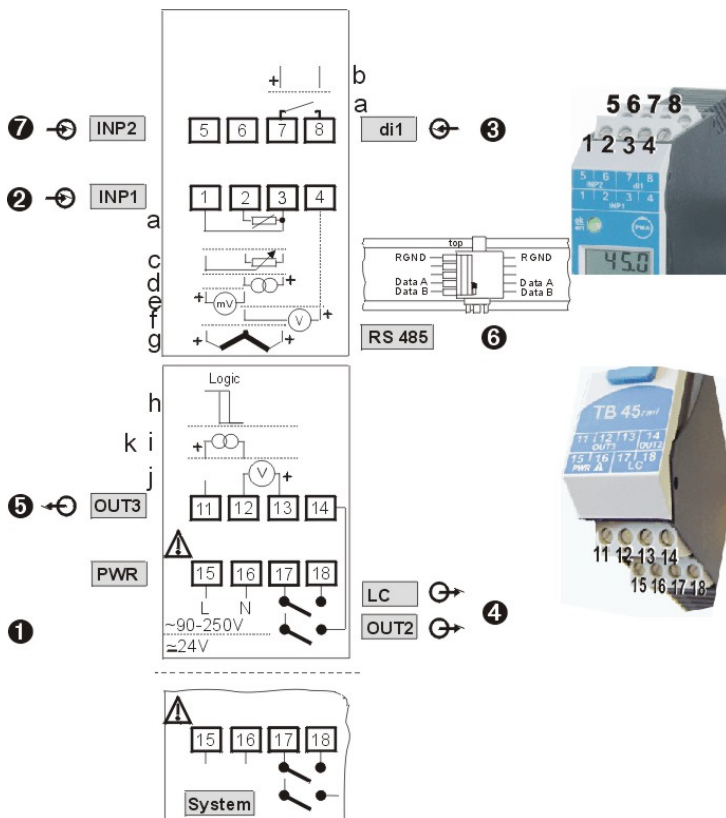

Fig 2: Anschlussbild TB 45 EN14597 (2009-1)
Die Ausführungstabelle wird um einen Gerätetypen TB45-2 Temperaturbegrenzer TB nach EN14597 erweitert (Tab. 3). Um einen beliebigen Bauteilfehler sicher erkennen zu können, müssen folgende Punkte anwenderseitig beachtet werden (Anschlussbild siehe Fig.2):
- Widerstandsthermometer gemäß Fig.2 anschließen!